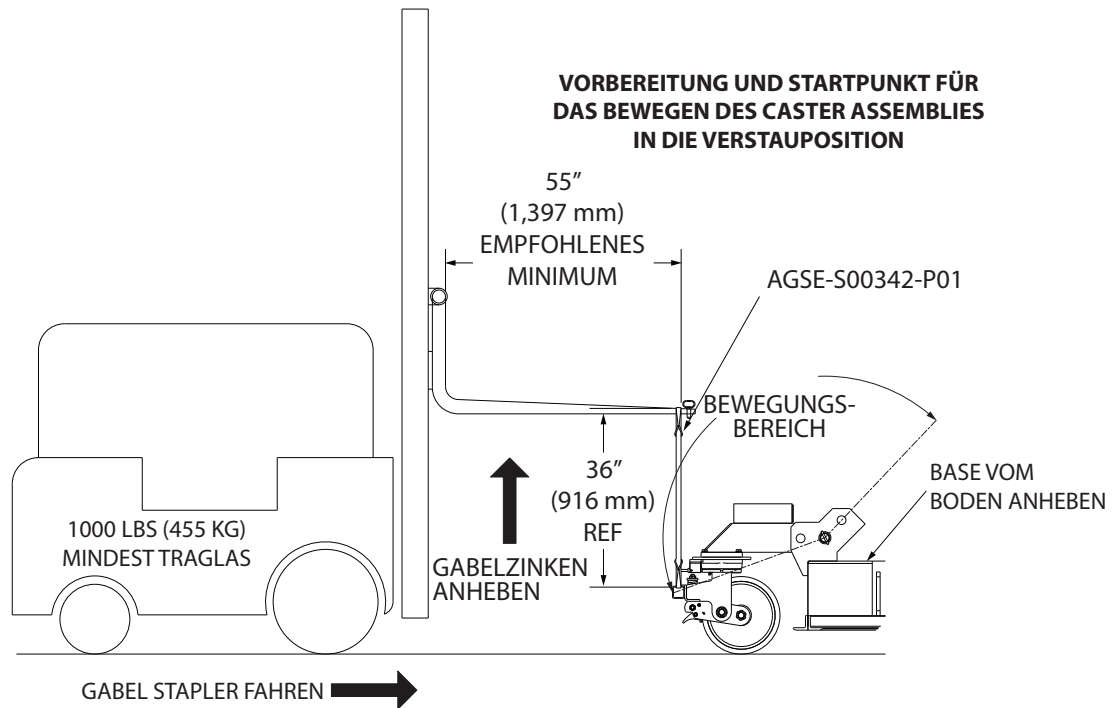

Abbildung 5.10-1
1. Für bessere Zugänglichkeit ist die Aufnahme der Steuerstange vom Stand weg zu drehen. Einen geeigneten Schlingen-Hebegurt mit Tragfähigkeit 1000 lbs (455 kg AGSES00342-P01, IPB Abbildung 8 Item 65) durch die Gabelstaplertasche befestigen und mit dem Kran oder Gabelstapler verbinden. Siehe Abbildung 5.10-1.